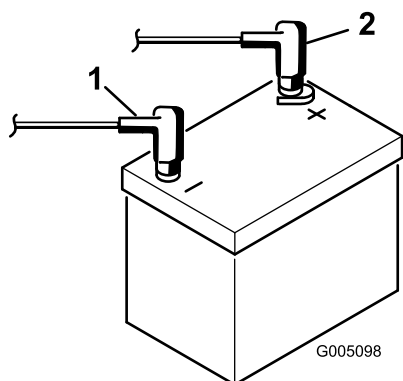

Рисунок 9
- Подсоедините положительный кабель (красный) к положительной клемме (+), а отрицательный кабель (черный) – к отрицательной (-) клемме аккумуляторной батареи и закрепите их болтами и гайками (Рисунок 9). Наденьте на положительную клемму резиновый чехол для предотвращения возможного замыкания на массу.